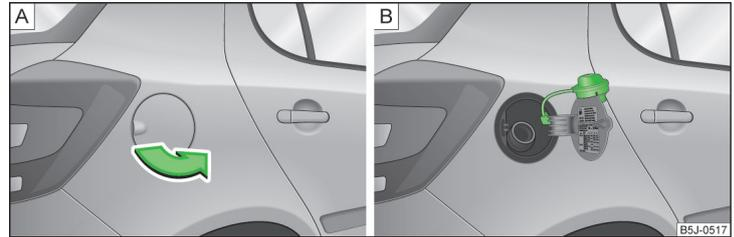

Abb. 123 Tankklappe öffnen / Tankverschluss
Auf der Innenseite der Tankklappe sind die für Ihr Fahrzeug vorgeschriebenen Kraftstoffsorten angegeben » **Abb. 123 auf Seite 140** - **B**.
- Die Tankklappe mit der Hand aufklappen » **Abb. 123** - **A**.
- Den Tankverschluss linksherum herausdrehen und von oben auf die Tankklappe stecken » **Abb. 123** - **B**.